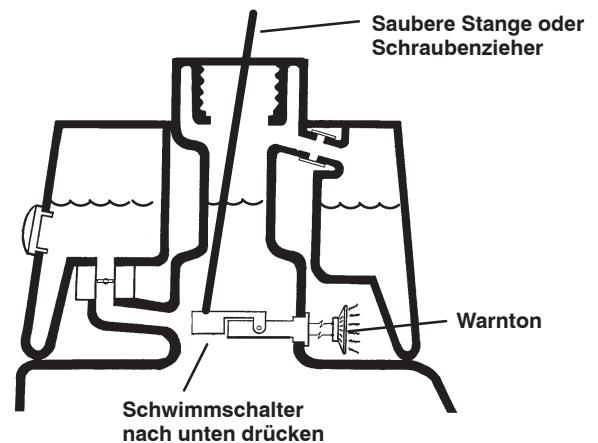

Bild 28
3. Stecken Sie eine saubere Stange oder einen Schraubenzieher in den Tankeinfüllstutzen und drücken Sie den Schwimmerschalter leicht nach unten (Bild 28). Der Alarm sollte nach einer Sekunde ertönen.